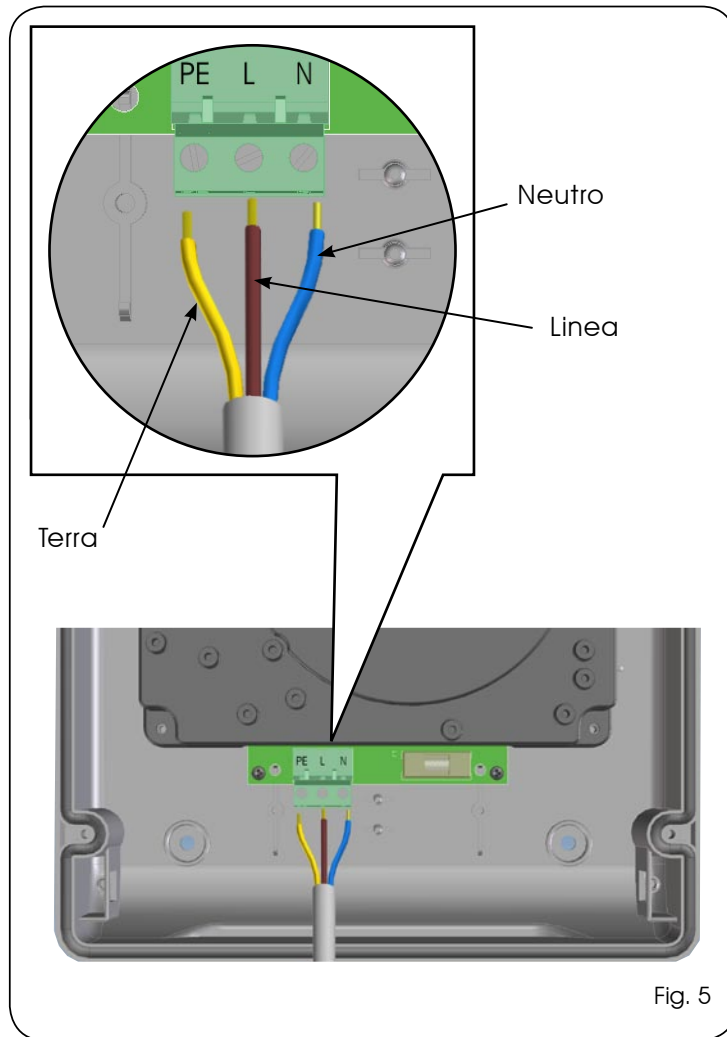

Fig. 5
Collegare il cavo di alimentazione sull'alimentatore switching come indicato in Fig.5 assicurandosi che a monte vi sia un adeguato interruttore magnetotermico.
- Collegare il cavo di terra all'apposito morsetto (vedi fig. 5).